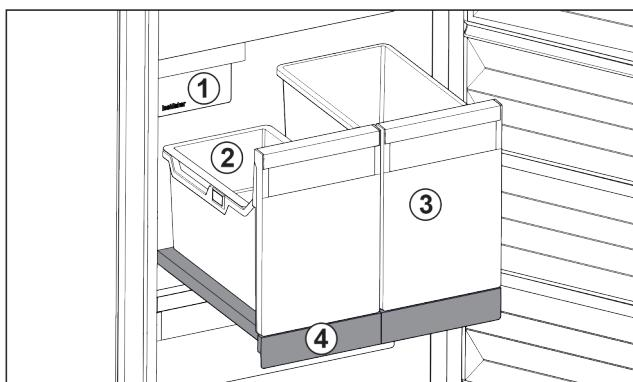

Fig. 22 Vyťahovacia polička s IceTower
- (1) IceMaker
- (2) Závesná miska na kocky ľadu
- (3) Nádoba napríklad na pizzu, alkoholické nápoje
- (4) Vyťahovacia polička
Na vyťahovacej poličke sú dve vysoké nádoby (IceTower). V nádobe Fig. 22 (2) sa hromadia a skladujú kocky ľadu z IceMaker. Nádoba Fig. 22 (3) sa hodí na skladovanie vysokých potravín, ako sú pizze alebo alkoholické nápoje.